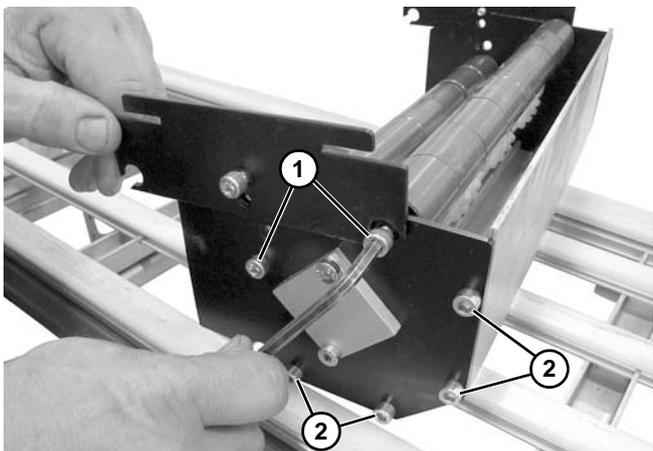

Abbildung 50
6. Zwei Schrauben (**Abbildung 50, Teil 1**) auf beiden Seiten des Mittelantriebsmoduls entfernen.
7. Vier Schrauben (**Abbildung 50, Teil 2**) auf der motorfreien Seite des Mittelantriebsmoduls entfernen.